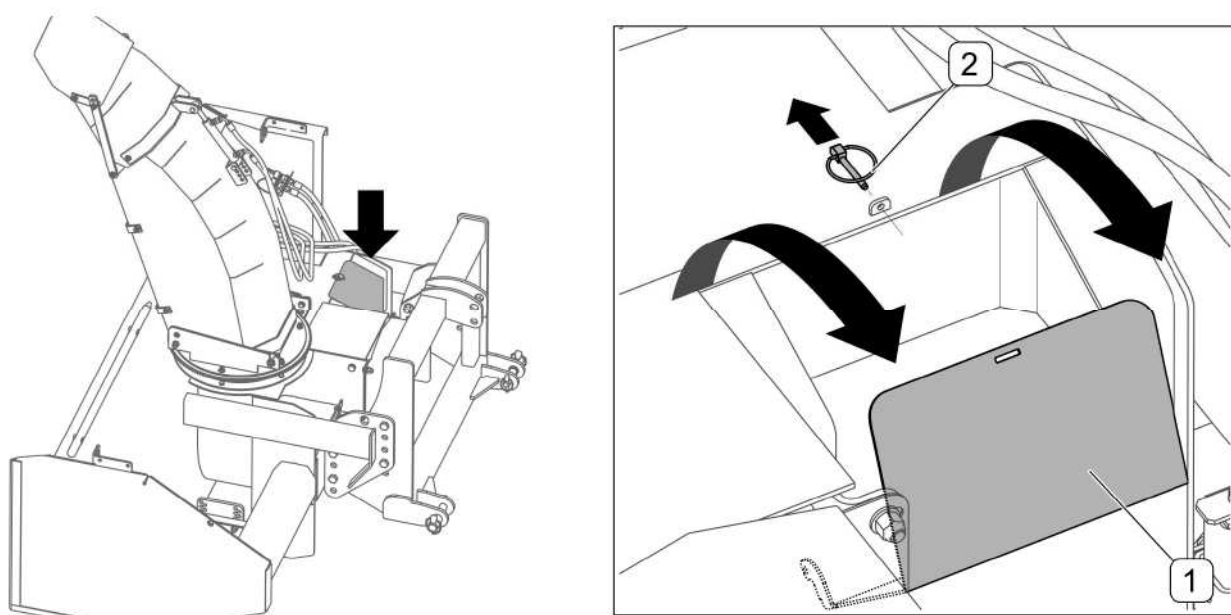

РИСУНОК 5.8 Отсек для мелкого оборудования
(1) - крышка отсека; (2) - шплинт
Мелкие элементы оборудования (болты, шплинты и т.п.), запасные болты крепления карданного вала и электропровода можно хранить в специальном отсеке в корпусе снегоочистителя (РИСУНОК РИСУНОК 5.8). Чтобы открыть крышку (1) отсека, необходимо вынуть блокирующий шплинт (2).